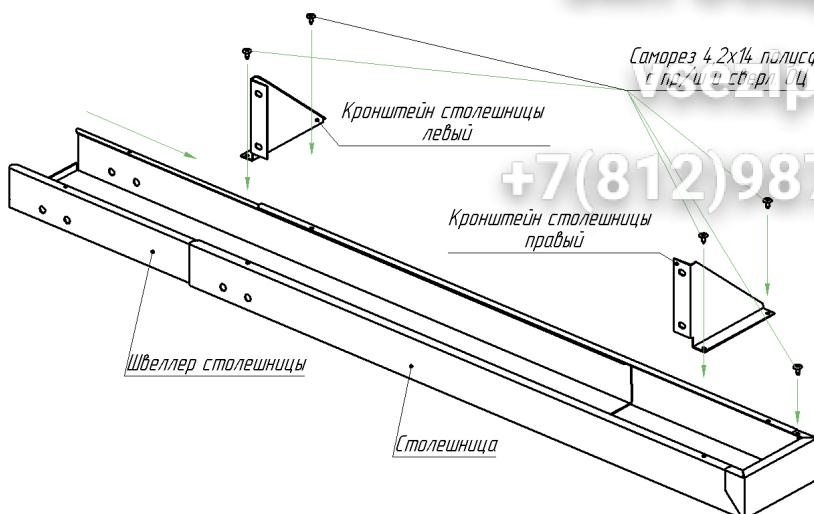

Рис.3
- 1.5. Собрать боковые столешницы по схеме сборки (п.2.3. Рис.3).
## 2.3. Схема сборки боковых столешниц (рис.3)